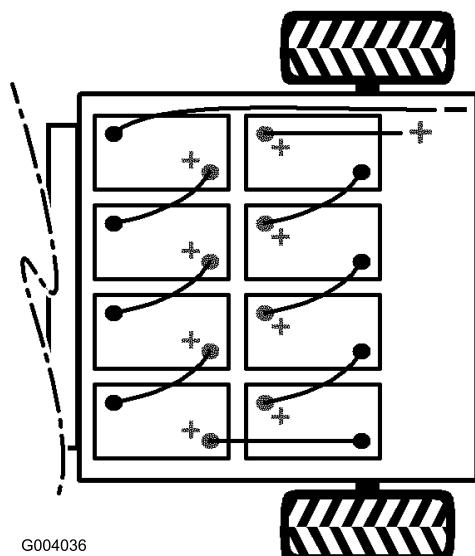

図 6
4. バッテリーは 図 6 のように配置する。
注 バッテリーを新しく積み込む場合には、極性に十分注意してください (図 6)。
8. プラスのメイン・ケーブル（赤）でバッテリーを車両に接続する（図 6）。
9. マイナスのメイン・ケーブル（黒）でバッテリーを車両に接続する（図 6）。
6. 図 6に示すように、付属部品に入っているバッテリー・ケーブルで、バッテリーを相互に接続する。ケーブルが、鋭利な金属部などに触れないよう、注意すること。
7. ボルトを締めつけ、新しいボルト（&ボルト5_16x3_4）とフランジ・ナット（ナット5_16;）でクリップのもう一方の側を固定する（図 6）。